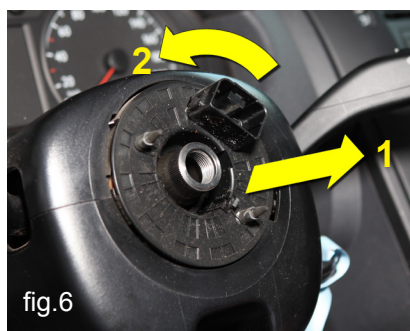

fig.6
9. Tirar o cilindro de contacto (1 - fig. 6), rodar para a posição a direito (casquilho da ficha para cima) (2 - fig. 6) e poisar (3 - fig. 6)